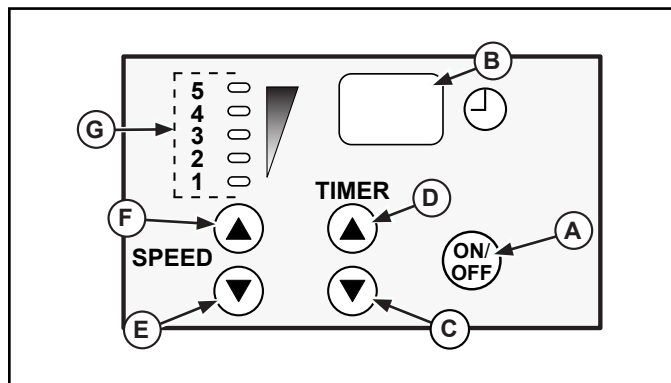

Figura 5. Miscelatore da 6,6 l e da 11 l, pannello di controllo.
2. Selezionare la velocità desiderata in base agli ingredienti. Utilizzare il tasto Velocità su (E) o Velocità giù (F) per impostare la velocità. Vedere la figura 5.
3. Impostare il ciclo di tempo utilizzando il tasto Tempo su (C) o Tempo giù (D). L'impostazione di tempo massimo è di 30 minuti.
4. Premere il tasto On/Off (A) per avviare il ciclo di miscelazione. Il miscelatore continuerà a funzionare fino alla successiva pressione del tasto On/Off (A). In alternativa, il miscelatore funzionerà fino al termine del ciclo di tempo.